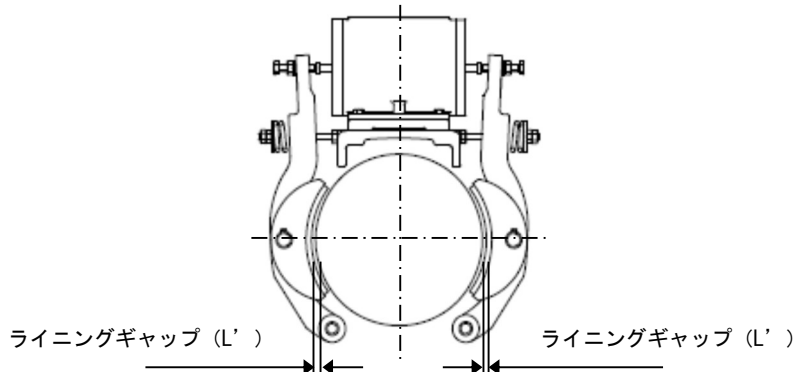

図8 ライニングギャップ寸法
- (3) ブレーキを開いた状態でのライニングギャップ寸法(L')を測定します。(図8)
- (4) 寸法を満たしていない場合は、調整作業を実施してください。